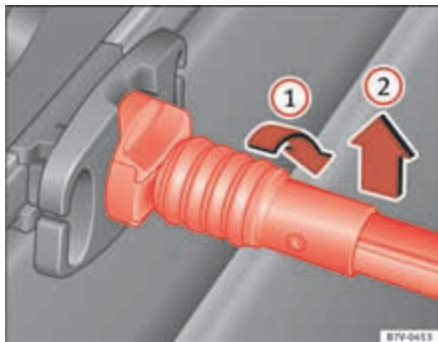

Fig. 98 Desenganche la red para el equipaje.
- Gire la varilla de sujeción 90° hacia la derecha ⇒ fig. 98  hasta que se vea la marca roja en la varilla. Extraiga la varilla de sujeción hacia arriba .